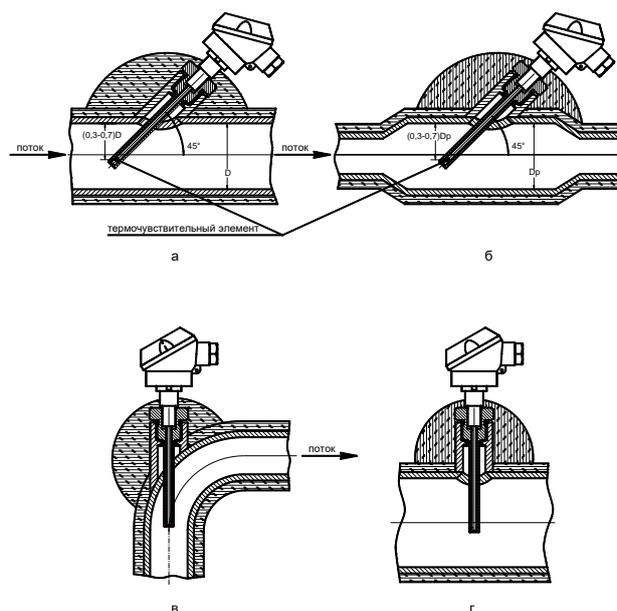

Рисунок 6.8 Рекомендуемые варианты установки термопреобразователей на трубопроводе
6.5.3 Если диаметр чувствительного преобразователя ТС превышает  $0,13D$ , то допускается при установке ТС применять расширитель (рисунок 6.8 б), где  $D_p$  – внутренний диаметр расширителя.